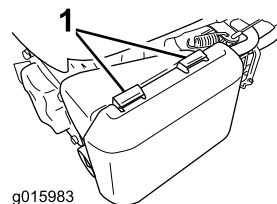

Figura 22
1. Pressione as patilhas do trinco na parte superior da cobertura do filtro de ar (Figura 22).